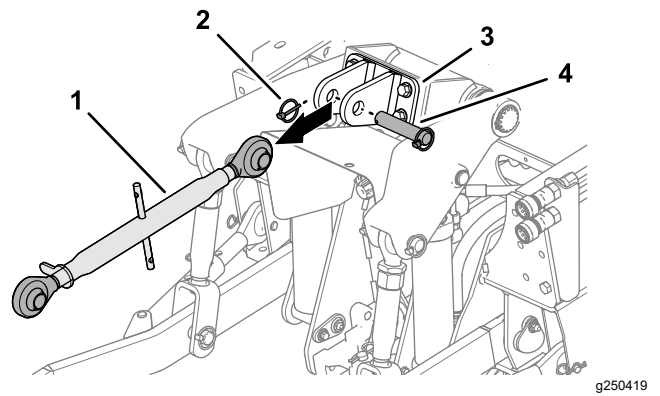

Figura 25
3. Si están instalados, retire el pasador de seguridad, el pasador y el acoplamiento superior del enganche de 3 puntos del soporte del brazo superior (Figura 25).